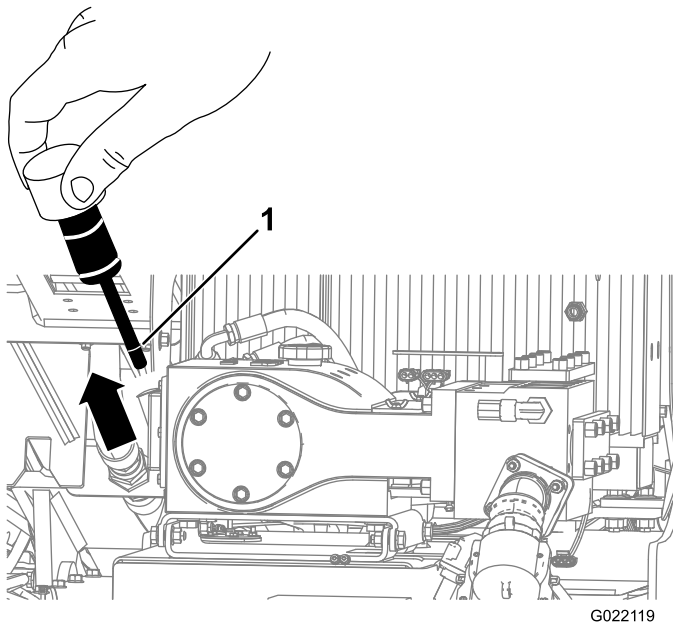
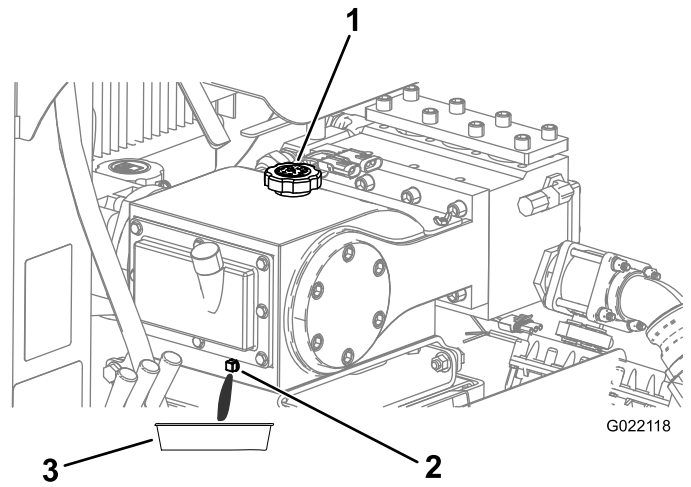

Bild 111
Bild 112
3. Entfernen Sie den Ölpeilstab (Bild 111).
4. Stellen Sie sicher, dass sich das Öl an der Ölstandsmarkierung befindet, wie in Bild 111 abgebildet.
4. Entfernen Sie die Ablassschraube und stellen Sie eine Auffangwanne unter das Ablassloch (Bild 112).
6. Lassen Sie das Öl vollständig durch die Ablassschraube in die Auffangwanne ablaufen (Bild 112).
8. Entfernen Sie den Ölfüllstutzendeckel (Bild 112) und füllen Sie etwa 1,9 l Öl ein bzw. bis die Ölstandsmarkierung auf dem Peilstab erreicht ist, siehe Bild 111.